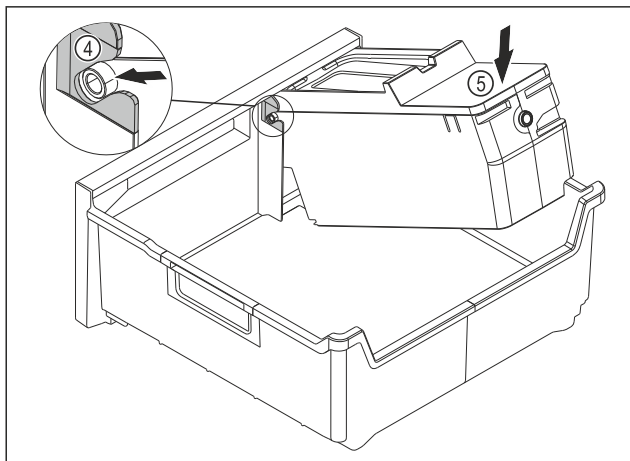

Fig. 178
- EasyTwist-Ice-Korpus montieren: Achsen des EasyTwist-Ice-Korpus in die Führungen Fig. 178 (4) einschieben.
- EasyTwist-Ice-Korpus Fig. 178 (5) hinten nach unten drücken.